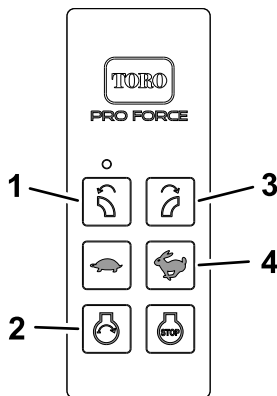

Figura 18
1. Pulse el botón de ARRANQUE (Figura 18) en el control remoto manual.